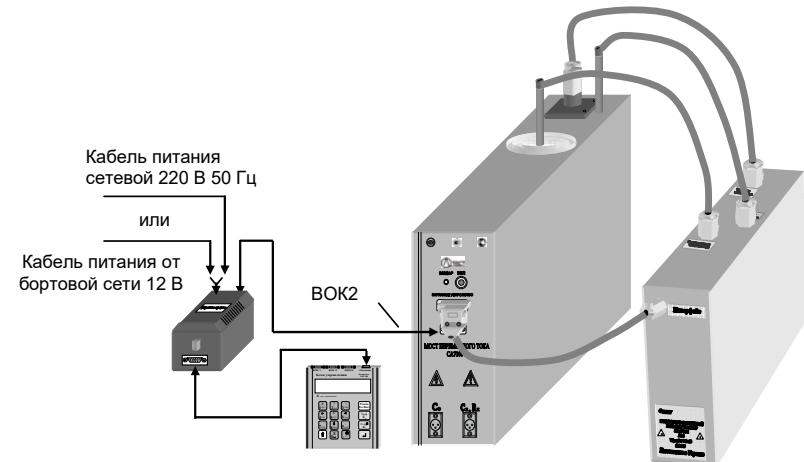

Рисунок 7.14
1) Не вынимая Блок измерительный Моста и Коммутатор CA7161 из сумки укладочной, подключить разъемы Коммутатора (поз.1-4, рисунок 7.13) к соответствующим входам Блока измерительного (рисунок 7.14). **Подключение Коммутатора выполнять при отключенном рабочем напряжении и выключенном Мосте!**